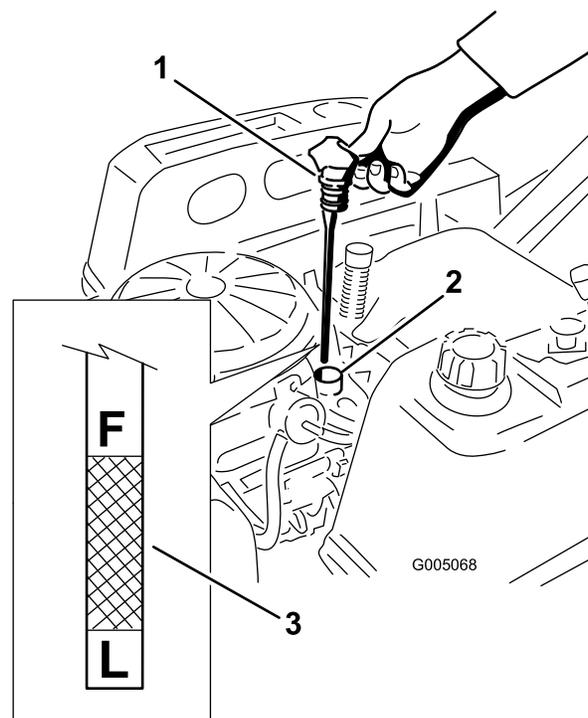

Figure 28
4. Enlevez le bouchon de remplissage/la jauge de niveau d'huile et essuyez-la sur un chiffon. Remettez la jauge en place en l'enfonçant au maximum (Figure 28).
5. Sortez de nouveau la jauge et vérifiez le niveau d'huile. (Figure 28).
8. Tournez le robinet de vidange d'huile de 1/4 de tour dans le sens anti-horaire pour l'ouvrir et permettre à l'huile de s'écouler (Figure 30). Enlevez le bouchon de remplissage/la jauge (Figure 28).
15. Versez avec précaution environ 80% de la quantité d'huile spécifiée dans le goulot de remplissage (Figure 28)
16. Remettez fermement en place le bouchon de remplissage/la jauge d'huile (Figure 28).
17. Vérifiez le niveau d'huile (Figure 28) (voir Contrôle du niveau d'huile).
19. Remettez fermement en place le bouchon de remplissage/la jauge d'huile (Figure 28).